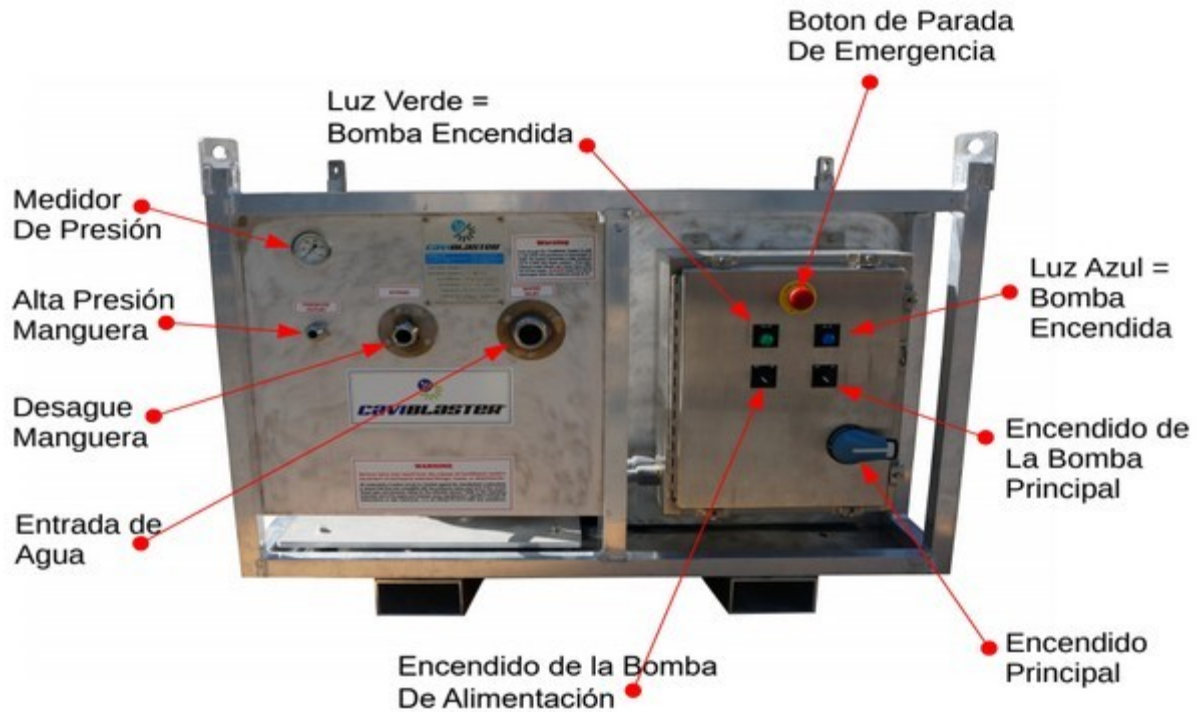

Figura 2.2 - CaviBlaster 1625-E Panel de control
- 10) Conecte la manguera de derivación (consulte la Figura 2.2).
- 11) Conecte la manguera de alta presión (Ver Figura 2.2).
La conexión de entrada de agua de alimentación se encuentra en el panel de control (Ver Figura 2.2). Se instala una bomba de agua eléctrica para proporcionar una presión de agua de entrada positiva a la bomba de presión principal. Dos condiciones de suministro de agua son aceptables para la unidad CaviBlaster.
- Presione el botón E-Stop para asegurarse de que la fuente de alimentación se haya desconectado. (Ver Figura 2.2).
- Conecte el bloqueo de la leva enchufe en la manguera de alimentación de PVC transparente de 1-1 / 2 "a la conexión de entrada de agua en el panel de control (Ver Figura 2.2). Coloque el otro extremo de la manguera en el suministro de agua.
- Conectar la manguera de suministro de agua a la conexión de entrada de agua en el panel de control (Ver Figura 2.2).
- Presione el botón de apagado de emergencia del motor para asegurarse de que se haya desconectado la alimentación. (Ver Figura 2.2).